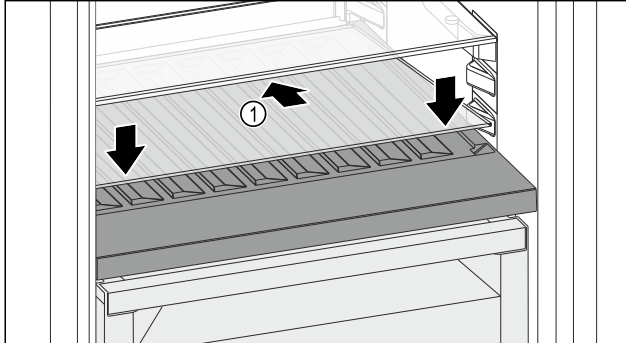

Fig. 88
- Posizionare il ripiano di vetro Fig. 88 (1) inclinato indietro e verso il basso.
- Abbassare la parte anteriore del ripiano di vetro Fig. 88 (1).